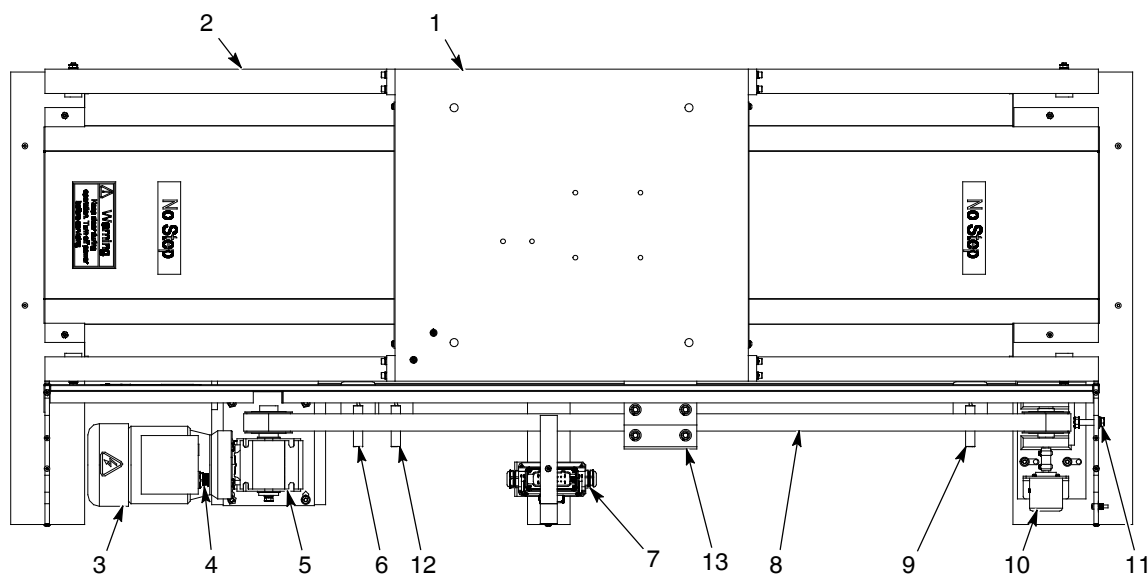

Рис. 2 Компоненты позиционера
См. рис. 2. Вертикальный качающийся манипулятор, возвратно-поступательный манипулятор или стойка фиксированного распылителя крепятся болтами непосредственно к каретке (1). Каретка прикреплена к ремню (8). Электродвигатель (3) и зубчатый редуктор (5) обеспечивают привод ремня, который перемещает распылители в распылительную камеру и обратно. Ремень охватывает шкивы с обоих концов позиционера.
Смонтировать датчик справа от датчика заднего хода (рис. 2, поз. 12) и проложить кабель через монтажный канал датчика к разъему датчика/кодера (рис. 2, поз. 7). Зазор между датчиком и его активизирующим элементом (рис. 2, поз. 13) должен составлять приблизительно 3 мм.